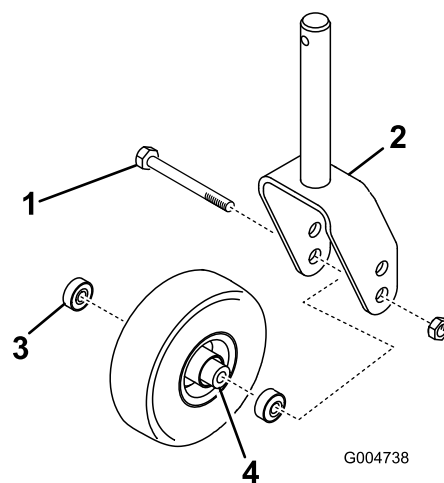
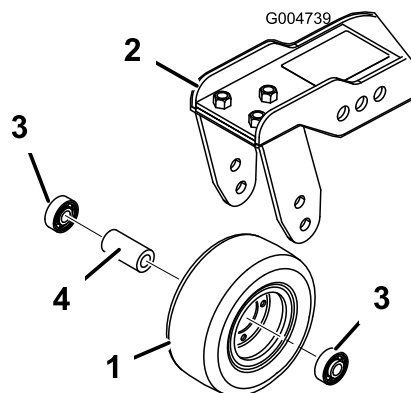

Figura 107
Figura 108
1. Retire la contratuerca del perno que sujeta el conjunto de la rueda giratoria entre la horquilla (Figura 107) o al brazo de pivote (Figura 108).
2. Retire el cojinete de la rueda y deje que se caiga el suplemento del cojinete (Figura 107 y Figura 108).